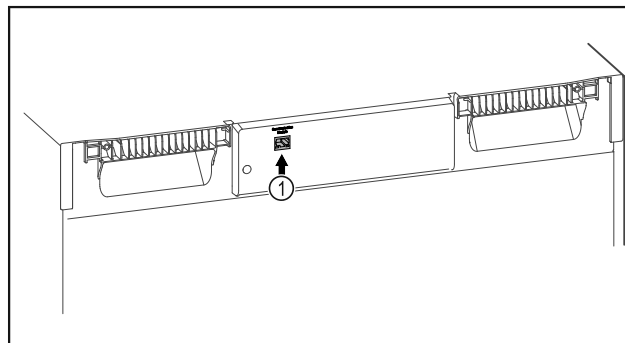

Fig. 131
- SmartModule Fig. 131 (1) naudojamas.